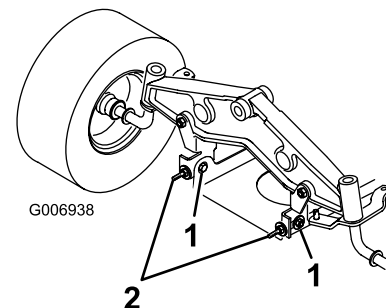

Bild 51
10. Lockern Sie die Befestigungsschrauben der vorderen Schwenkplatte (Bild 51).
11. Drehen Sie die Sicherungsmuttern an den Augbolzen, um die Einstellung zu ändern (Bild 51).
12. Prüfen Sie, wenn Sie beide Sicherungsmuttern der Augbolzen gleichmäßig eingestellt haben, die Schnittmesserneigung erneut in Längsrichtung. Fahren Sie mit der Einstellung der Augbolzen fort, bis die vordere Schnittmesserspitze um 0 bis 9,2 mm tiefer liegt als die hintere Spitze (Bild 51).
13. Ziehen Sie, wenn die Schnittmesserneigung in Längsrichtung korrekt ist, die Befestigungsschrauben der Schwenkplatte fest (Bild 51).